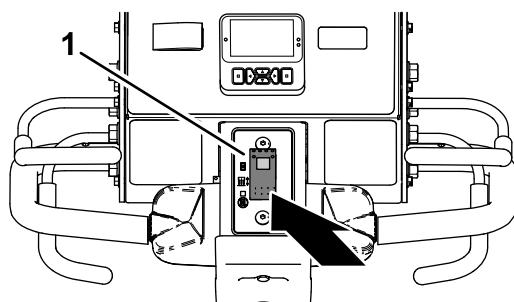

図 86
- 降下コントロールスイッチ図 86の下部を押して遅延なし降下位置にする。